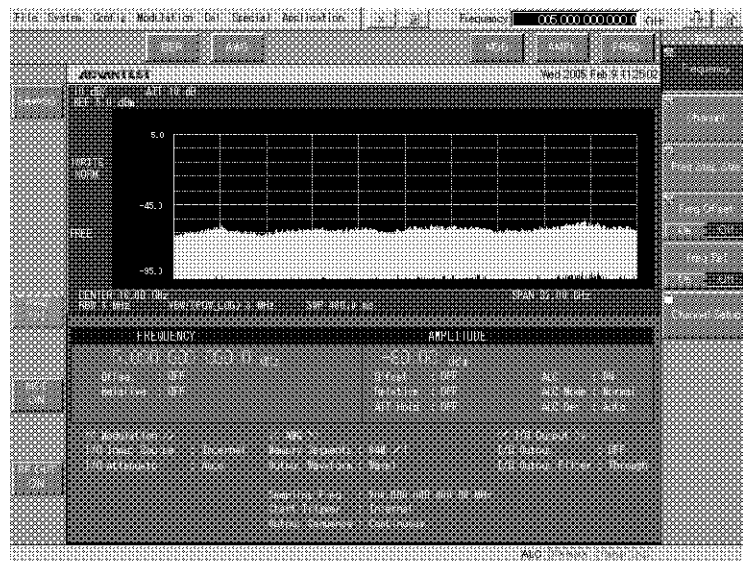

図 3-9 SG+AWG 初期設定画面
6. 本器のメニュー・バーの **[Config]** ボタンをタッチし、ドロップ・ダウン・メニューの **[SG+AWG Option]** を選択します。図 3-9 に示す画面が表示されます。
画面表示は、前回電源を切るときの設定状態により図 3-9 と異なります。